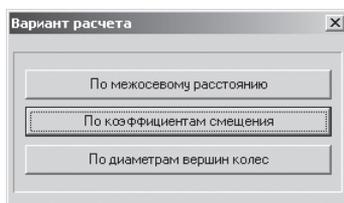

Рис. 3.15. Диалоговое окно **Вариант расчета**
- щелкните в начальном окне системы **Расчеты цилиндрической зубчатой передачи внешнего зацепления** по кнопке **Геометрический расчет**. Появится диалоговое окно **Вариант расчета**, см. рис. 3.15;